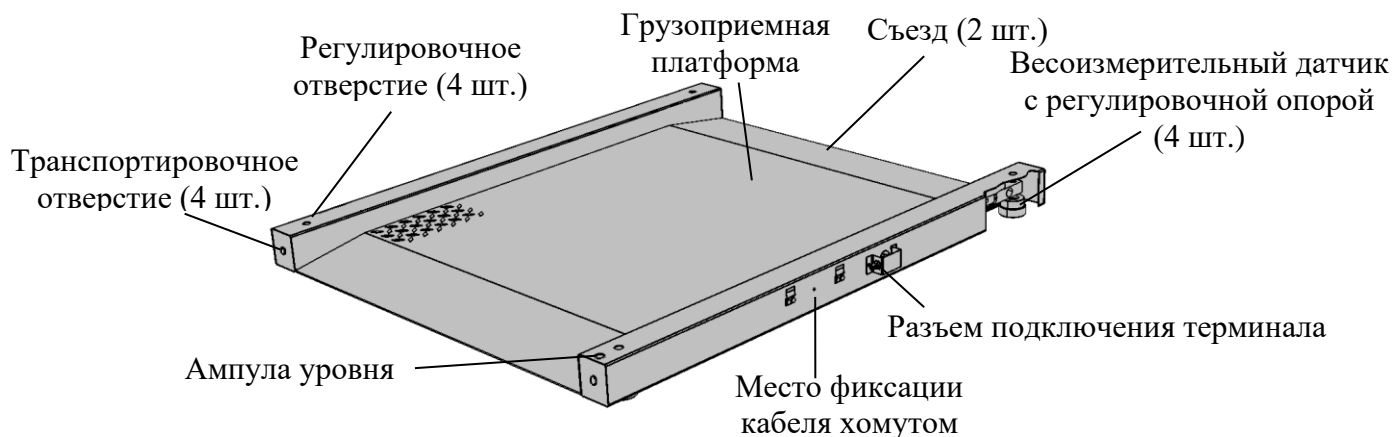

Рисунок 3.1 – Модуль взвешивающий 4D-LM
3.1.1 Модуль представляет собой единую конструкцию из рамы и грузоприемной платформы с двумя съездами. В состав модуля входят четыре цифровых весоизмерительных датчика с регулировочными опорами (см. рис. 3.1).